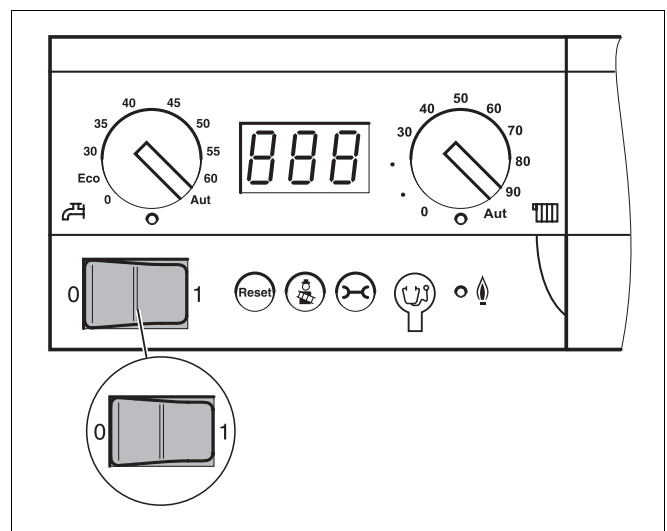

Fig. 8 Dispositivo di controllo base Logamatic BC10
- Mettere l'interruttore d'esercizio (fig. 8) del dispositivo di controllo base in posizione "0" (Off).